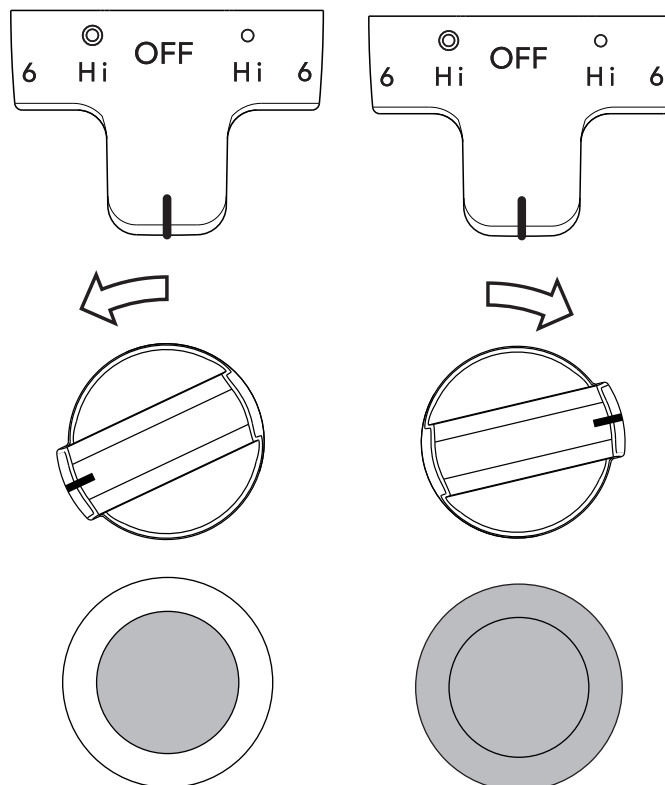

Figure 6 : Réglage des boutons de commande pour élément double
2. Pousser et tourner le bouton de commande dans le sens horaire pour démarrer la cuisson avec les deux éléments (intérieur et extérieur). Pousser et tourner le bouton dans le sens antihoraire pour les ustensiles de cuisine plus petits (voir Figure 6).